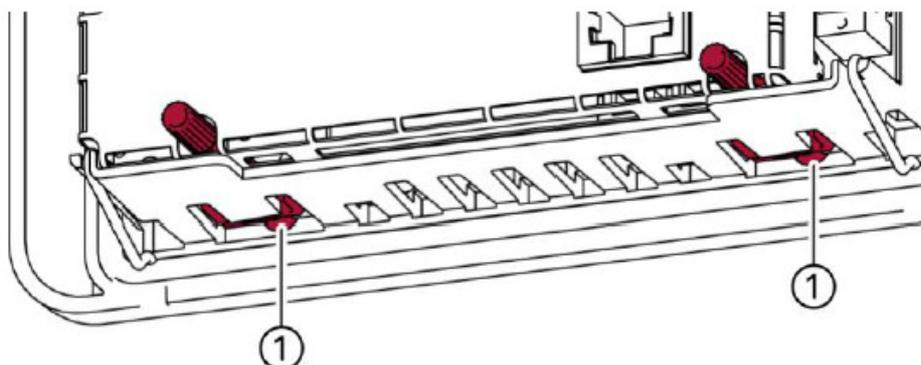

Рисунок 7.5 — Положение поворотных фиксаторов
1. Повернуть все фиксаторы против часовой стрелки до упора (поз. 1 на рис. 7.5).